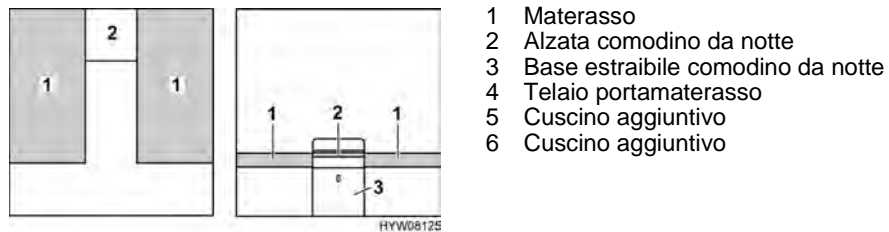

Fig. 74 Prima della trasformazione
- Rimuovere l'alzata del comodino da notte (Fig. 74,2) e metterla da parte.